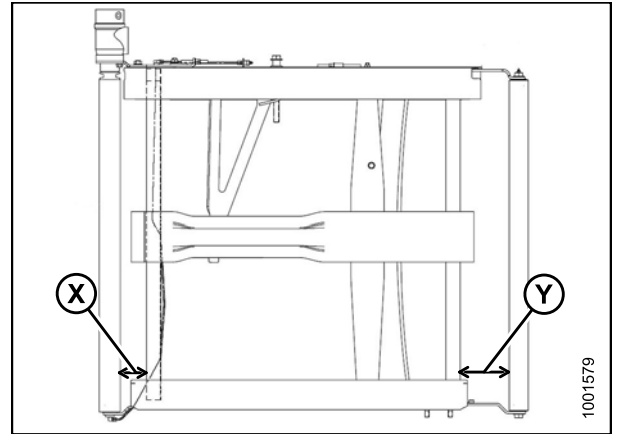

Figure 7.207: Emplacement de réglage
1. Réglez le rouleau d'**entraînement** « X » (représenté sur le Figure 7.207: Emplacement de réglage, page 363) en desserrant les écrous (A), le contre-écrou (B) sur la barre de compensation et en tournant l'écrou de réglage.
2. Réglez le rouleau **libre** « Y » (représenté sur le Figure 7.207: *Emplacement de réglage, page 363*) en desserrant l'écrou (A), le contre-écrou (B) sur la barre de compensation et en tournant l'écrou de réglage (C).